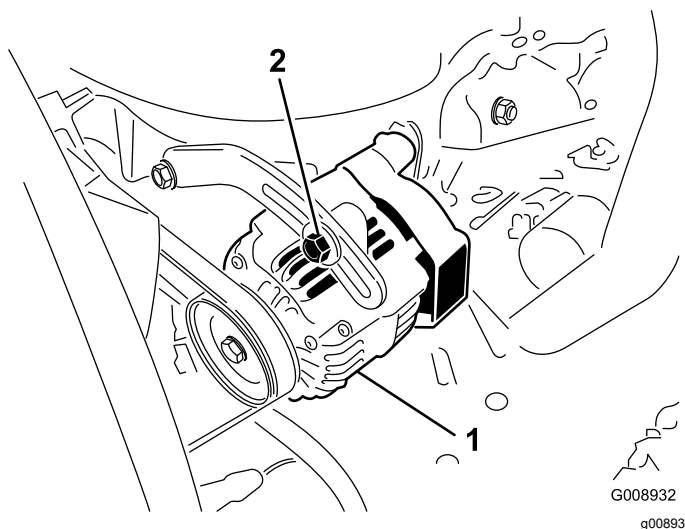

Figura 77
Verifique o estado e a tensão das correias (Figura 77) após cada 100 horas de funcionamento.
2. Se a deslocação obtida não for igual a 10 mm, deve desapertar os parafusos de montagem do alternador (Figura 77).